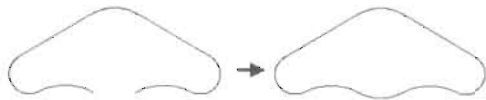

图 5-42
(2) 闭合 (C): 类似于 LINE 命令的“闭合”选项, 即封闭该多段线。如果最后一段是多段线圆弧, 那么下一段将类似于圆弧与圆弧的连接, 并用上一段多段线圆弧的方向作为开始方向, 用第一段线段的起点作为封闭多段圆弧的端点, 画一段圆弧, 如图 5-42 所示。